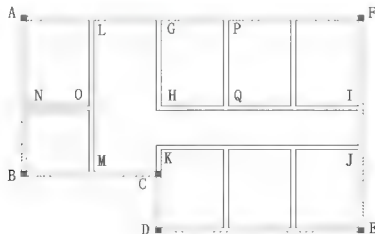
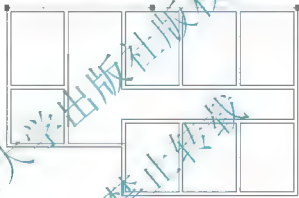

图 2.41 多线的整体关系
图 2.42 分解后的多线失去整体关系
- 理解多线的整体关系: 在无命令的情况下, 在 AB 线上单击, 结果如图 2.41 所示, 说明 AB、BC、CD、DE、EF、FA 这 6 段墙线是整体关系。图 2.41 中的蓝色方块是冷夹点, 冷夹点在图形的特征点处显示, 按 Esc 键可取消冷夹点。
(2) 在命令行为空的状态下单击某一段墙线，结果如图 2.42 所示，会发现和图 2.41 所示结果不同，此时仅一条线变虚。多线被分解后已经不再是多线了，它变成了用【直线】命令绘制的直线，不能再用【多线编辑工具】修改它，所以绘制多线时应先编辑后分解。